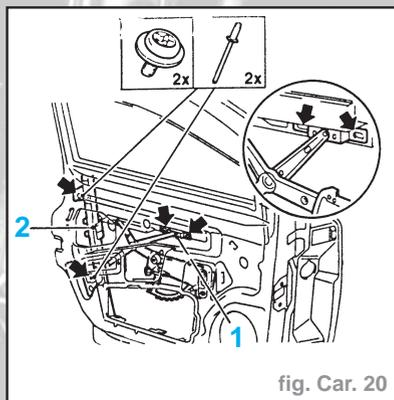

fig. Car. 20
- Déverrouiller et débrancher la fiche de faisceau de câbles de capteur d'Airbag latéral, enlever par forage les glissières de lève-vitre (2), desserrer le guidage de fenêtre (1), relever la vitre descendante et la faire basculer, extraire la vitre descendante par le haut (fig. Car. 20).